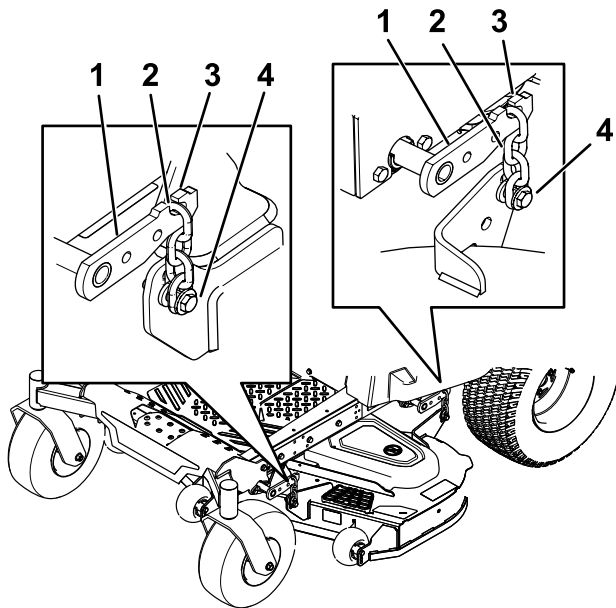

Bild 76
8. Entfernen Sie die Ketten von den Haken an den Mähwerkhubarmen (Bild 76).
6. Heben Sie das Heck des Mähwerks an und befestigen Sie die Ketten an den Mähwerkhubarmen (Bild 76).
7. Befestigen Sie die vorderen Ketten an den vorderen Hubarmen (Bild 76).